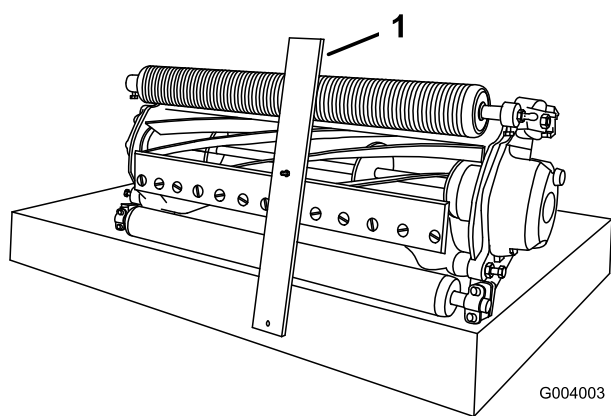

Figura 55
3. Enganche la cabeza del tornillo sobre el filo de la contracuchilla y apoye el extremo trasero de la barra sobre el rodillo trasero (Figura 55).